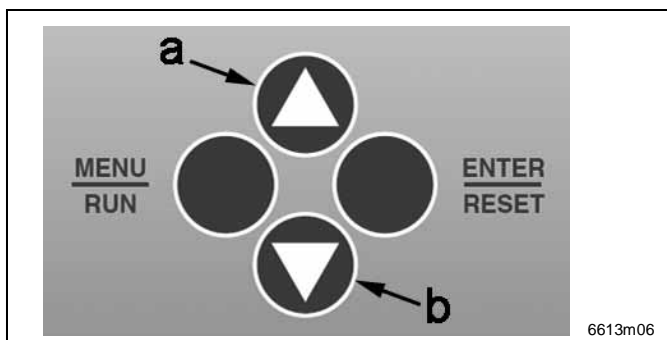

Fig. 21 Panel de control
Pulsando la tecla "UP" (pos. a, fig. 21) fuera del modo de ajuste, en el display aparece el residual corriente del ciclo de pausa transcurriendo.
El ajuste del número de la versión (0 - 5) se indica en el display del LMC 1 y se efectúa por las teclas UP & DOWN del panel de control (véase pos. A & b, fig. 21).
- ➔ Confirme la selección (0 - 5) con la tecla ENTER (fig. 21). Al no confirmar la entrada con ENTER, el valor estándar "0" se ajusta automáticamente.